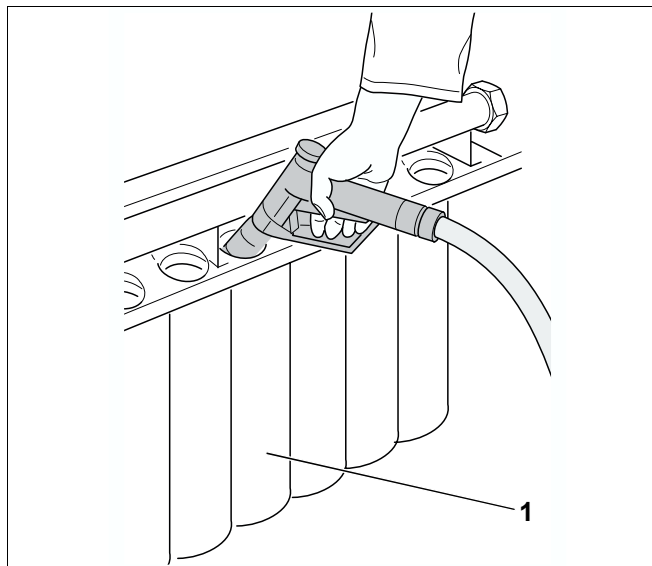

Рис. 21 Чистка газовой горелки
- Сначала прочистить сверху струей воды стержни горелки (рис. 21, поз. 1), затем щели спереди.
- Поставить горелку вертикально, оперев ее на стержни (рис. 21, поз. 1).
- Струей воды промыть изнутри стержни горелки (рис. 21, поз. 1) и дождаться пока вода вытечет из их щелей.